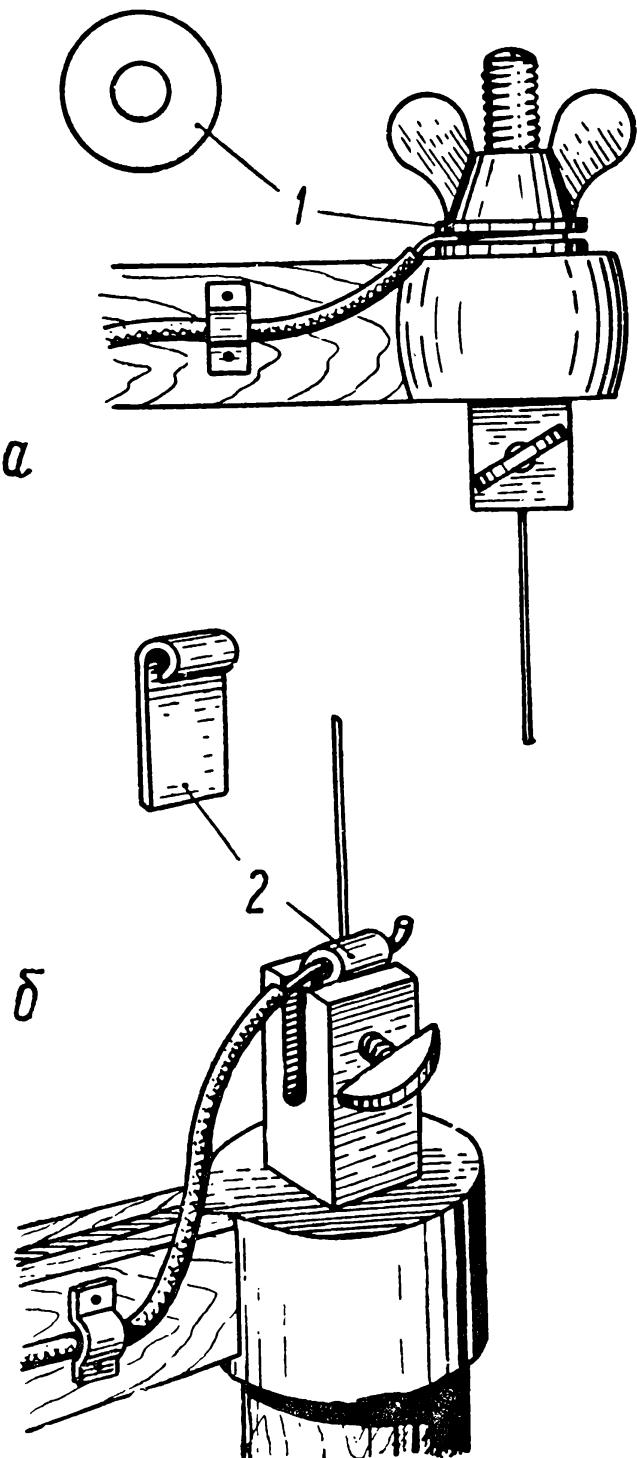

Рис. 81. Присоединение проводов к зажимам деревянного лобзика:
На рисунке 81 показан способ присоединения проводников к зажимам деревянного лобзика. Для верхнего зажима (рис. 81-а) изгответе из пластиинки алюминия шайбу (1). Шайба—это кружочек с дырочкой посередине. Шайба должна быть такого же размера, как и на лобзике. На конце провода загните ушко и зажмите его барашком между двумя шайбами так, чтобы алюминиевая шайба была наверху.
Для прикрепления проводников к нижнему зажиму лобзика (рис. 81-б) изгответе по размерам прорези аллюминиевую пластинку (2), заложите ее в прорезь вместе с никромовой проволочкой и зажмите барашком. Под язычок пластиинки заложите конец проводника и как следует обожмите его плоскогубцами. Если алюминиевая пластиинка толста и в прорезь не входит, спилите напильником ее нижний конец до нужного размера.